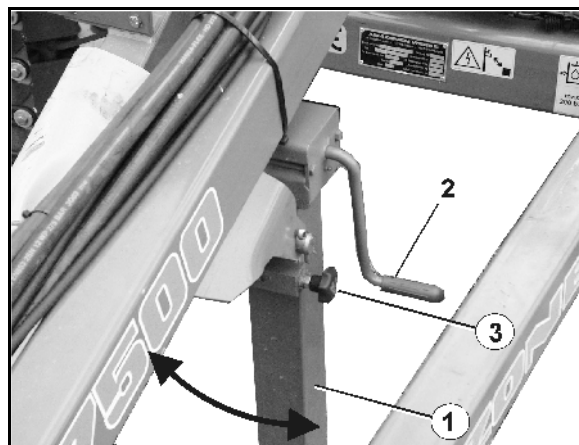

Рис. 17
Поднятие опорной стойки (Рис. 17/1):
1. С помощью рукоятки (Рис. 17/2) втяните опорную стойку вверх.
2. Вытяните палец (Рис. 17/3).
Опускание опорной стойки (Рис. 17/1) :
1. Вытяните палец (Рис. 17/3).
3. С помощью рукоятки (Рис. 17/2) выдвиньте опорную стойку вниз.